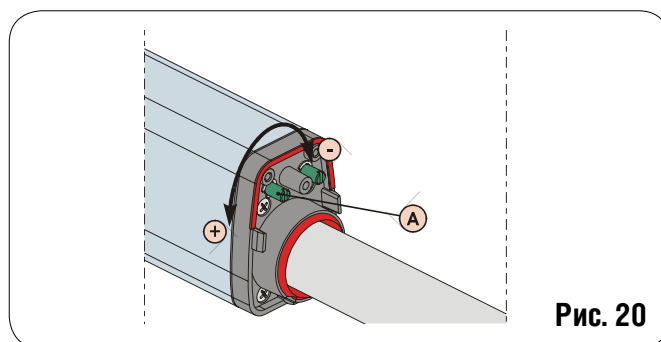

Рис. 20
- 3) Для регулировки концевой выключателя, работающего на открытие – FCA, поверните регулировочный винт против часовой стрелки, Рис. 20А, при необходимости увеличения хода штанги, и по часовой стрелке – для его уменьшения.